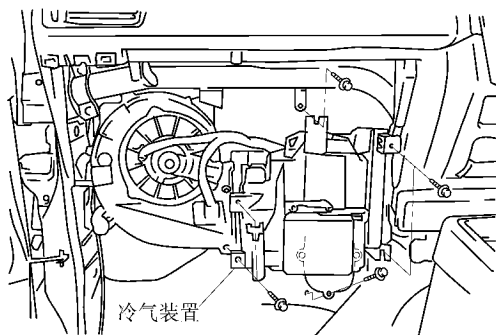

图 19-36 拆下螺栓和 5 个自攻螺钉
(4) 拆下杂物箱、扬声器护栅、加强板和冷气装置罩。
(5) 脱开各接插件。
(6) 拆下冷气装置。从浅盘形地板的后侧旋下两个螺钉，拆下螺栓和 5 个自攻螺钉，如图 19-36 所示。